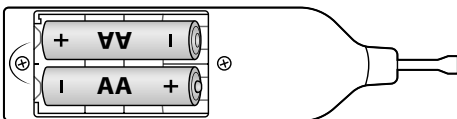

Fig. 1
- ◆ Coloque las pilas de la manera indicada en el compartimento para pilas **4** del fundidor **1** (consulte la *fig. 1*).